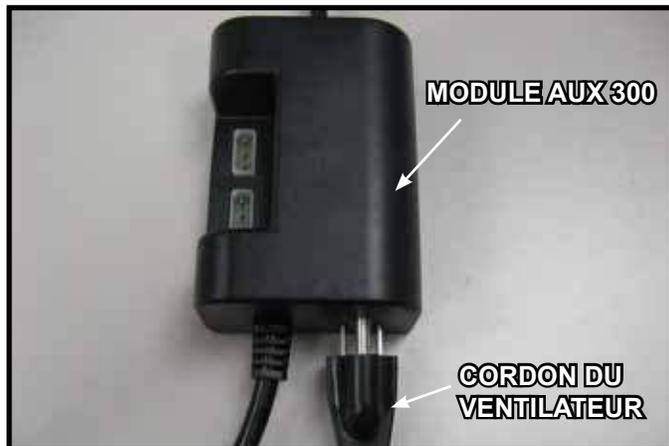

Figure 6. Branchement du ventilateur dans le module AUX300
- Insérez la fiche à trois broches du ventilateur dans la prise du module AUX300. Voir la figure 6.